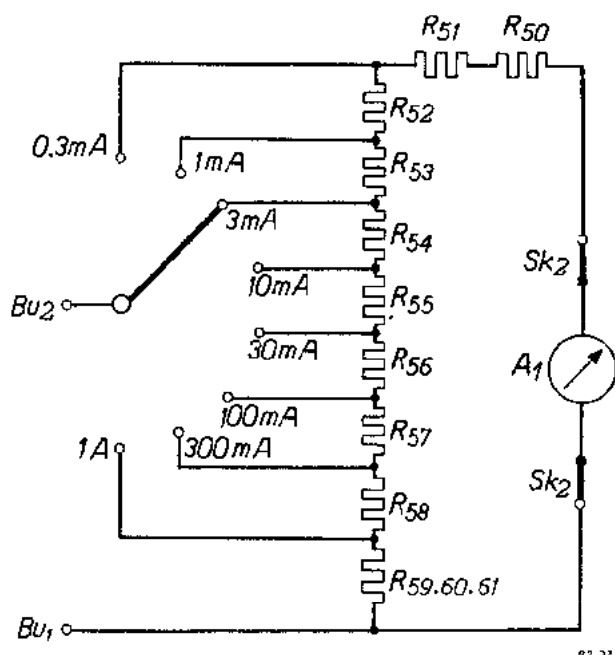

Fig. 4. Meting gelijkstroom (300µA - 1 A)
**Gelijkstromen** worden gemeten met behulp van de shunt ( $R_{52}$  t/m  $R_{61}$  zie fig. 4.) Door de hier gevolgde schakelwijze is de invloed van eventuele overgangswaerstand van de meetgebiedenschakelaar op de nauwkeurigheid geelimineerd; de shunt verandert namelijk niet van waarde; slechts de aftakking wordt gewijzigd.